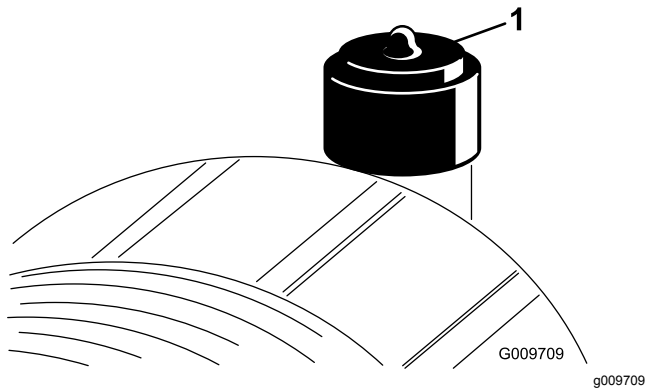

Figura 55
Revise el filtro del limpiador de aire únicamente cuando el indicador de mantenimiento lo requiera (Figura 55). El cambiar el filtro antes de que sea necesario sólo aumenta la posibilidad de que entre suciedad en el motor al retirar el filtro.
2. Reinicie el indicador (Figura 55) si se ve rojo.